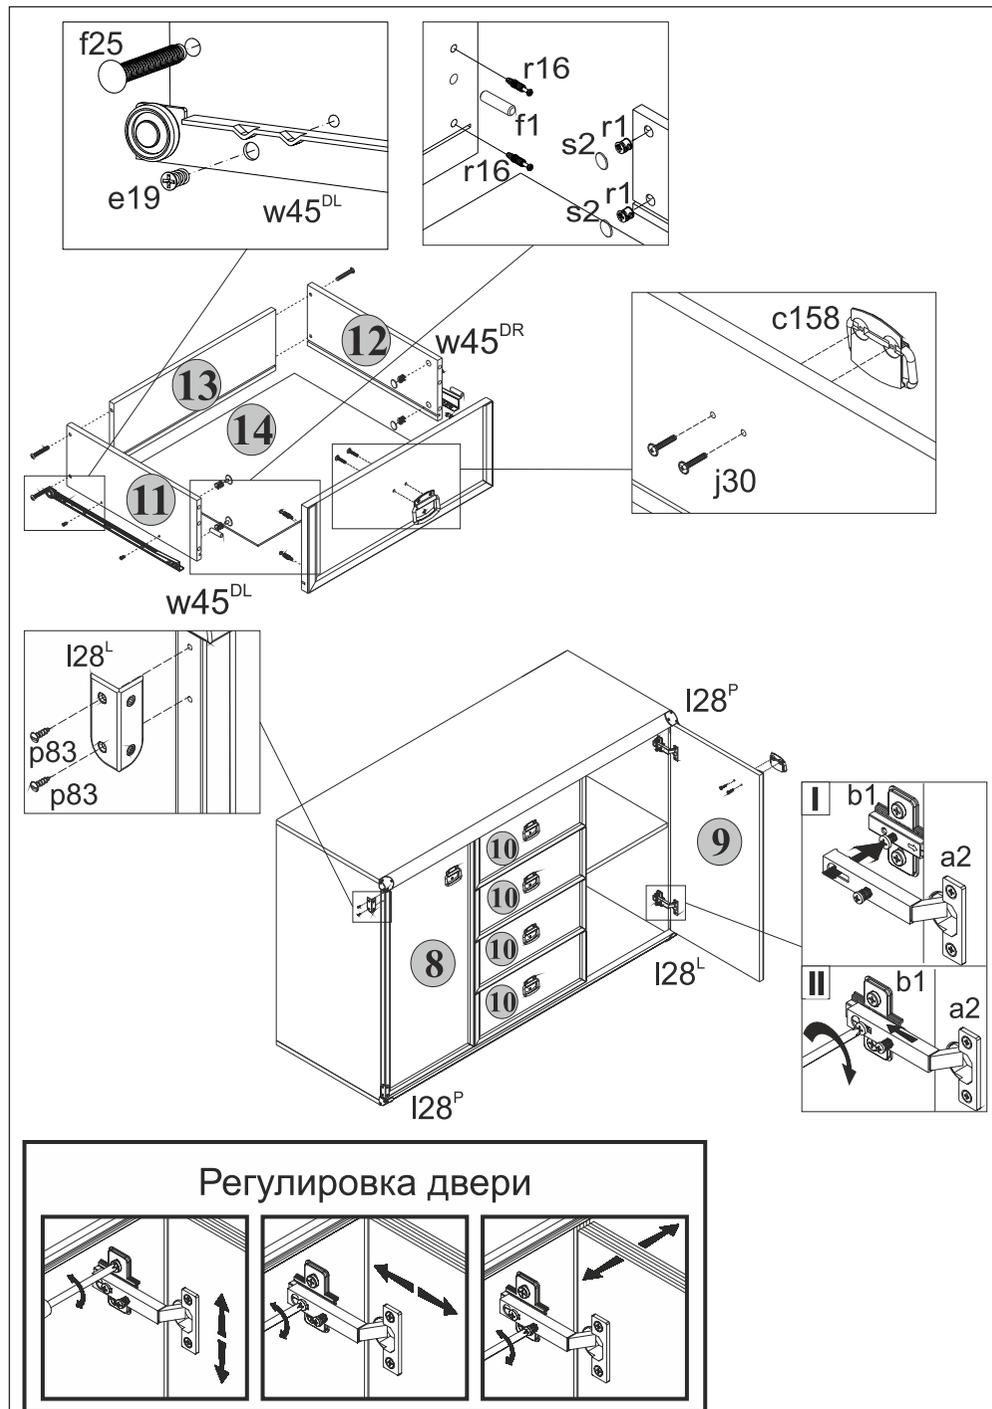

Рис. 3
5.24 Положить двери **8** и **9** фасадной поверхностью вниз на ровную поверхность. Закрепить на дверях петли шарнирные **a2**, пользуясь крестообразной отверткой (**см.рис.3**).
5.25 Навесить двери на корпус тумбы, совместив петли шарнирные **a2** с направляющими петель **b1** (**см.рис.3**). При необходимости отрегулировать положение дверей вращая регулировочные винты, как показано на **рисунке 3**.
5.16 В отверстия диаметром **8 мм** на передних кромках стенок боковых **11** и **12** корпусов выдвижных ящиков вбить деревянные шканты **f1** (см.рис.3).
5.17 В отверстия диаметром **15 мм** на внутренних поверхностях стенок боковых **11** и **12** корпусов выдвижных ящиков вставить стяжки эксцентриковые **r1** (см.рис.3).
5.18 В отверстия диаметром **5 мм** на внутренних поверхностях панелей передних **10** ящиков выдвижных с помощью крестообразной отвертки вкрутить винты стяжки **r16** (см.рис.3).
5.20 Соединить панели передние **10** с корпусами ящиков выдвижных и затянуть стяжки эксцентриковые **r1**, пользуясь специальным ключом **z1**. Закрепить стяжки эксцентриковые заглушками **s2** (см.рис.3).